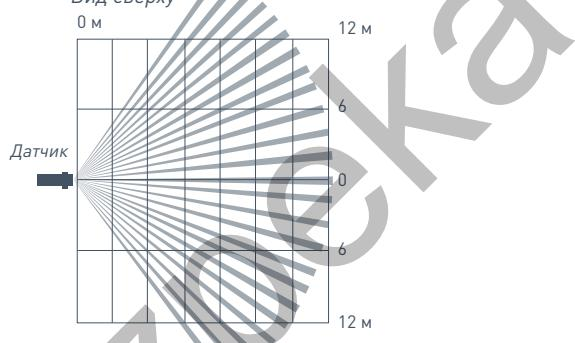

РИС. 3. Зона обнаружения датчика
5.7 Проведите тест зоны обнаружения для датчика движения (РИС. 3), чтобы убедиться в его работоспособности. В тестовом режиме светодиод датчика горит постоянно, выключаясь при обнаружении движения – это очень легко заметить визуально.